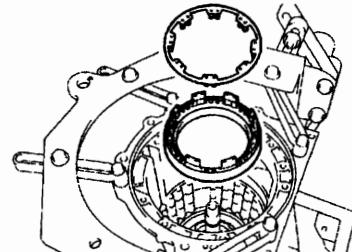

图 12-1-40
(47) 如图 12-1-40 所示，从变速器壳上拆下制动活塞回位弹簧、1 号制动活塞及 1 号制动缸。